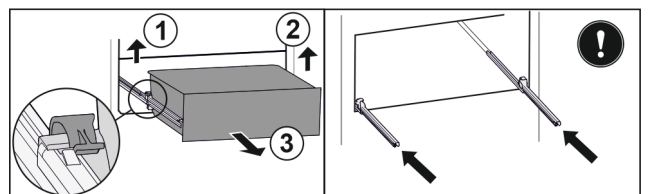

Fig. 95
- ▶ Linke Klemme anheben und gleichzeitig Schubfach links nach vorne ziehen. Fig. 95 (1)
- ▶ Rechte Klemme anheben und gleichzeitig Schubfach rechts nach vorne ziehen. Fig. 95 (2)
- ▶ Schubfach nach vorne entnehmen. Fig. 95 (3)